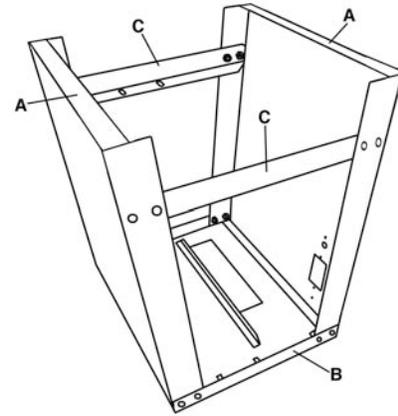

FIGURE 4
Toutes les pièces du support à part les pieds en caoutchouc sont assemblées ensemble utilisant des boulons de carrosserie, des rondelles et écrous hexagonaux. Attachez les côtés du support (A) Fig.4 à la plaque du haut (B), assurez-vous que l'ouverture de l'interrupteur dans le côté du support est sur le même côté que l'ouverture pour la courroie en V de la plaque du haut. Assemblez alors les supports de côté (C) aux côtés du support (A). Ne serrez pas complètement les écrous hexagonaux.